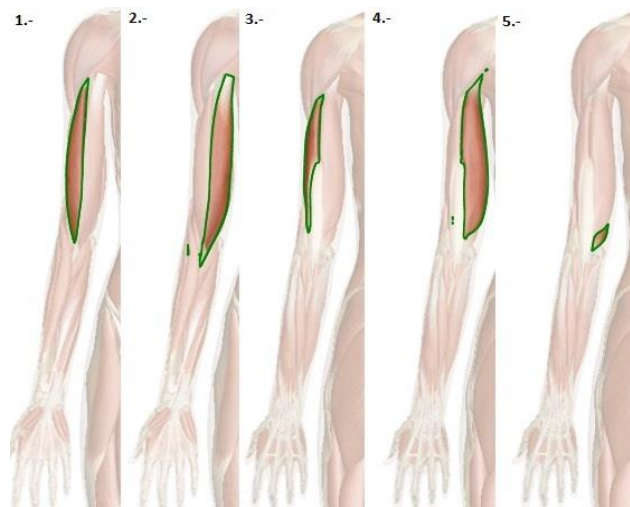

Figura 1. Ubicación de los electrodos: 1.- biceps largo, 2.- biceps corto, 3.- tricep lateral, 4.- tricep largo, 5.- tricep medio.
3.1 Planteamiento del problema. Considere el registro de actividad electromiográfica en los músculos del brazo que se muestran en la Figura 1.